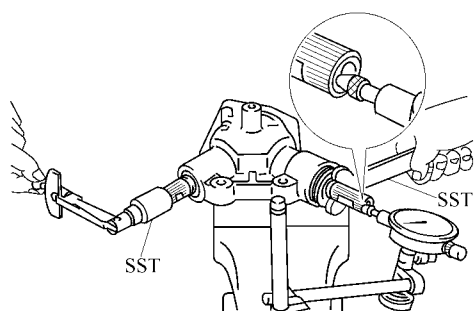

图 16-98 调整总预紧力矩
(8) 调整总预紧力矩。左右转动 1 号锥齿轮 5 次，并使其贴紧。然后使用转向机壳大修工具和转向蜗杆轴承调整套筒一点一点地旋松调整螺钉，并测量总预紧力矩直至达到规定的范围，如图 16-98 所示。